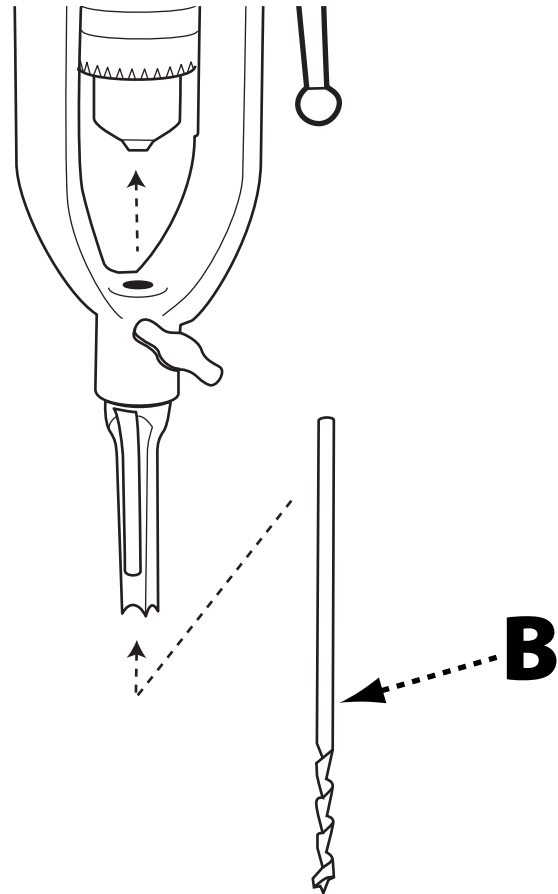

FIGURE 7
Insérez le foret de mortaisage (B) à travers le ciseau et dans le mandrin porte-foret. La partie inférieure du foret doit s'étendre approximativement à 0,8 mm (1/32 po) au-delà des pointes extérieures du ciseau, comme illustré dans la Figure 7.